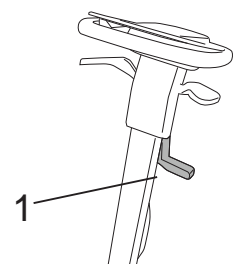

Fig.5
- Heben Sie den Saugfuß mit dem Hebel an (Abb. 5, Pkt. 1).